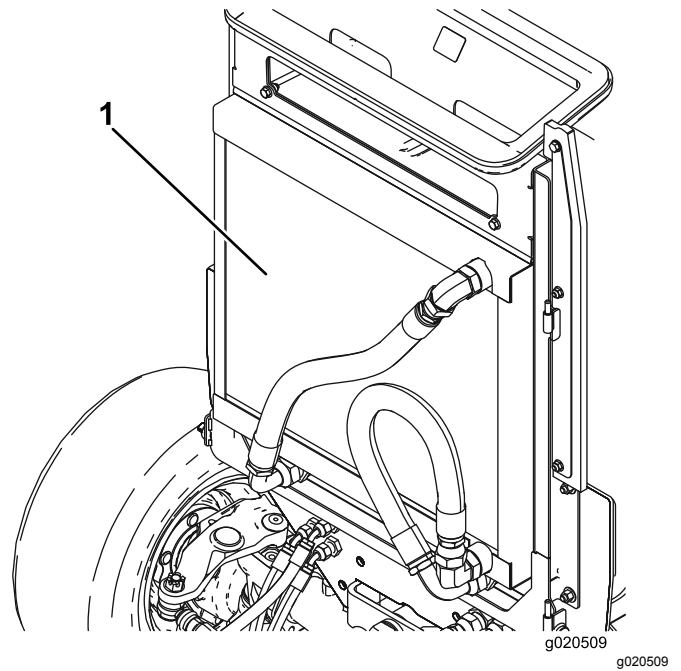

Bild 76
3. Reinigen Sie beide Seiten des Ölkühlers und des Kühlers gründlich mit Druckluft (Bild 76). Blasen Sie Rückstände von vorne nach hinten heraus. Reinigen Sie dann von hinten und blasen Sie nach vorne. Wiederholen Sie die Schritte mehrmals, bis alle Rückstände entfernt sind.